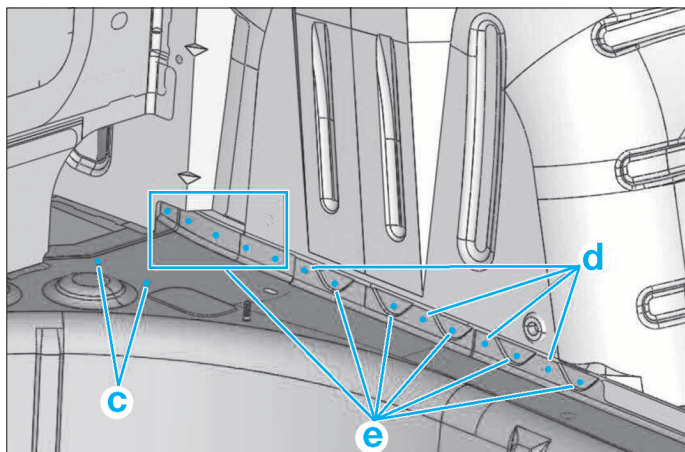

FIG. 106
- Fraiser (Fig.106) :
- (c), (d) et (e) par bouchonnage au Mig (Fig.106).